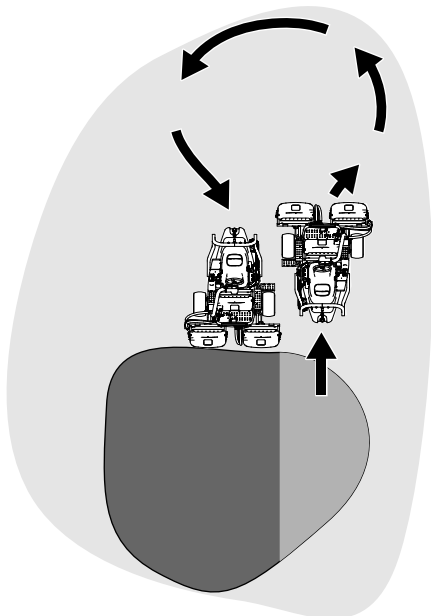

Figure 35
6. Pour réduire le temps de travail et faciliter l'alignement pour la passe suivante, tournez momentanément la machine dans la direction opposée, puis tournez-la vers la partie à tondre. Ce demi-tour en « goutte d'eau » (Figure 35) permet d'aligner rapidement la machine pour la passe suivante.